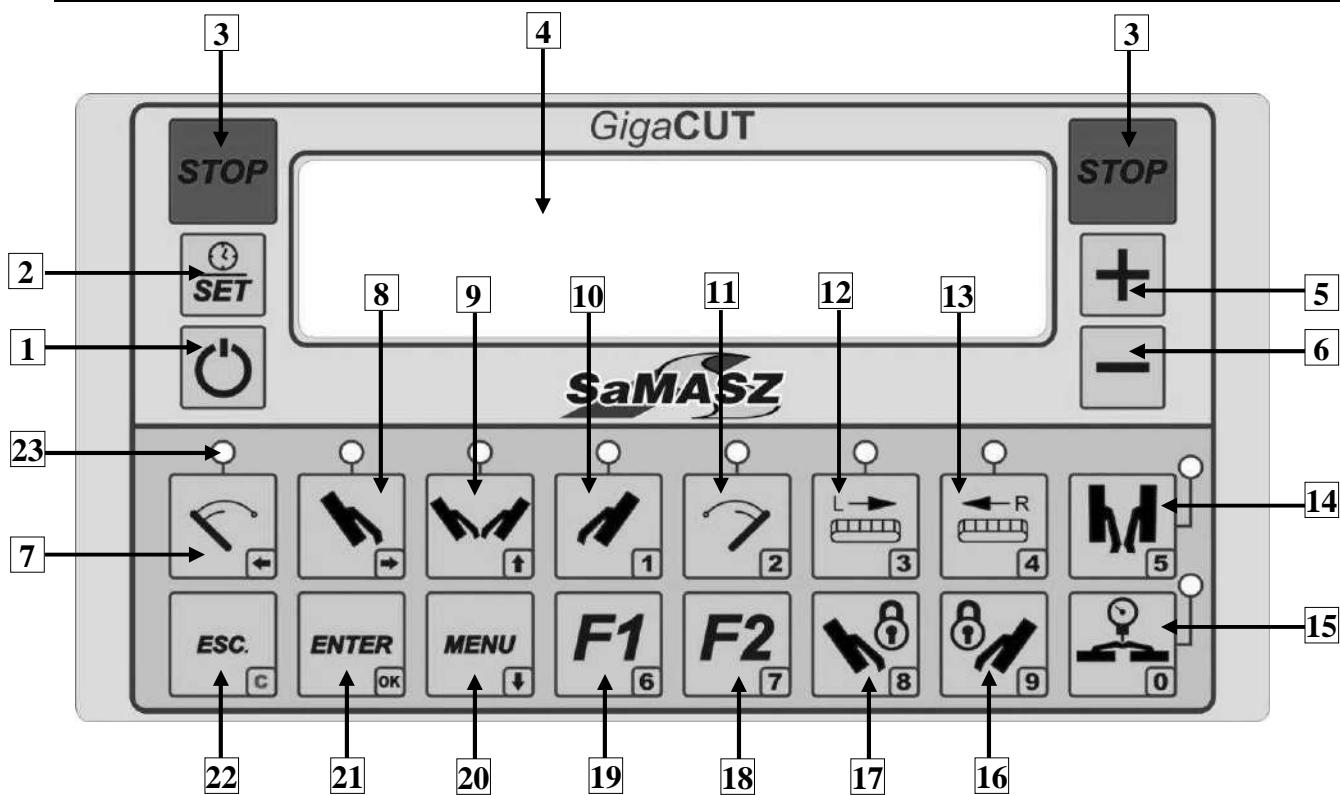

Рис. 16. Панель управления – описание функций
Управление косилкой совершается при помощи одной гидравлической секции трактора и панели управления, находящейся в салоне трактора. Оператор при помощи переключателей на рабочем столе выбирает действие, которое хочет совершить с помощью гидравлики трактора. Для того, чтобы включить управление следует нажать переключатель питания (Рис. 17а) и нажать кнопку (1) (Рис. 16). Включение данной кнопки сигнализируется при помощи диода (23), находящегося над кнопкой.
Для установки косилки в транспортную позицию на поворотах надо нажать кнопку (1) и (9) на панели управления (**Рис. 16**).
находящимся над кнопкой, произойдет запуск правого транспортера (**R**). Выключение транспортеров реализуется путем повторного нажатия кнопок (12) и (13) , которые активируют работу транспортеров (Рис. 16). Обороты лент транспортеров регулируются при помощи кнопки (5) – вызывающей повышение скорости вращения лент или кнопки (6) – вызывающей понижение скорости вращения лент транспортеров покоса.